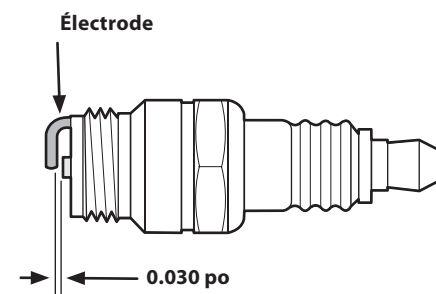

Figure 6-4
3. Mesurez l'écartement de la bougie avec une jauge d'écartement. Ajustez au besoin en pliant l'électrode de côté. Voir la Fig. 6-4. L'écartement doit mesurer 0,030 po.